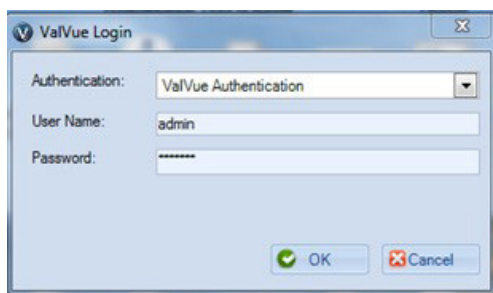

Рисунок 161 - Вход в систему с аутентификацией ValVue
Во время первоначального входа ValVue 3 требует смены пароля. Например, если вы входите в систему с помощью наиболее часто используемого метода ValVue Authentication (рис. 161). Имя пользователя по умолчанию: Admin и пароль ValVue3.
2. На экране входа в систему ValVue (Рисунок 161) выберите аутентификацию для входа от имени текущего пользователя Windows. Появится имя пользователя.